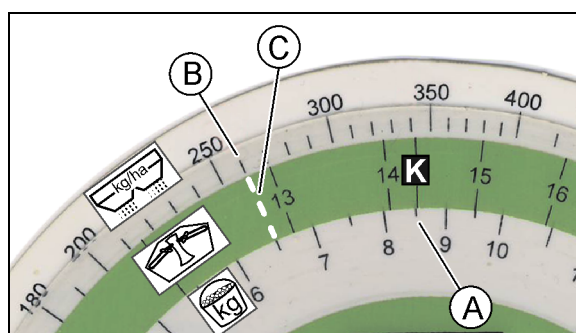

图 73
(8,5 kg) 在上部刻度盘 (图 73/1)
上查看数值 (A)，针对所需的撒肥量 (260 kg/ha) 在中间刻度盘 (图 73/2)
8. 在A和B点之间画出一条笔直的连接线 (图 73/4)。
9. 连接线的延长线在下部刻度盘 (图 73/3) 上指示出用于所需滑门位置的数值 (C)，此处为12.8。